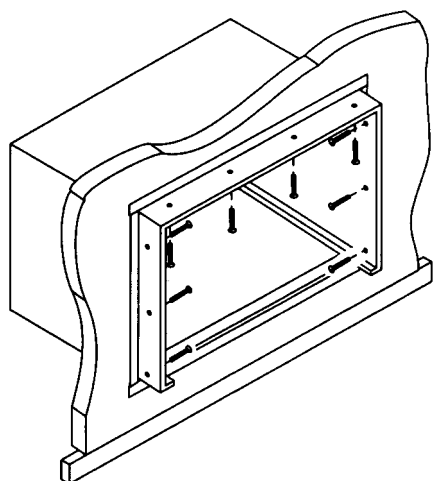

FIGURE 25 — FIXATION DU CAISSON AU CADRE
15. Le caisson comporte des trous de vis (4 de chaque côté, 4 sur le dessus) permettant de le fixer au cadre de bois. Une fois le caisson fixé en place, percez des trous dans le cadre de bois en vous guidant à l'aide des trous de vis. Après avoir percé les trous, fixez le caisson au cadre grâce aux vis fournies. Consultez la Figure 25.
Pour faire fonctionner le climatiseur individuel à l'aide de la télécommande, pointez la télécommande vers le récepteur. (Consultez la Figure 25). La télécommande permet de faire fonctionner le climatiseur à une distance maximale de 7 mètres (23 pi) lorsque la télécommande est pointée en direction du récepteur de signal du climatiseur.